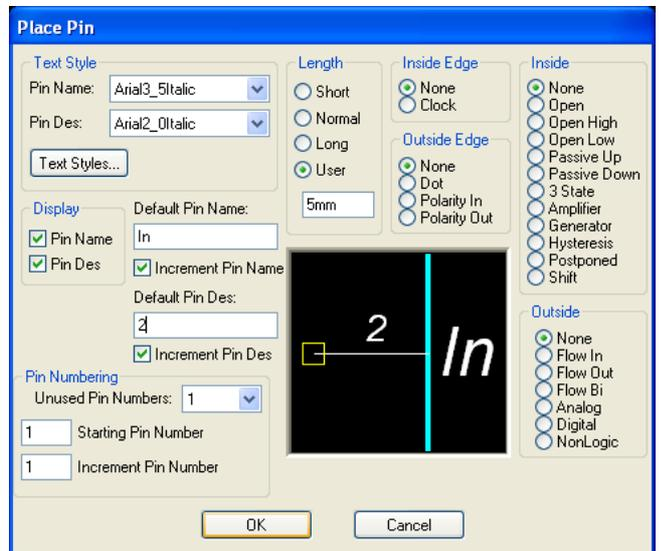

Рис. 4.8 - Диалоговое окно Pin Properties для создания контактов символа
- Мастер выводов вызывается командой **Place Pin** (Разместить Вывод) , которая открывает диалоговое окно (*рис. 4.8*) **Pin Properties** (Свойства вывода).